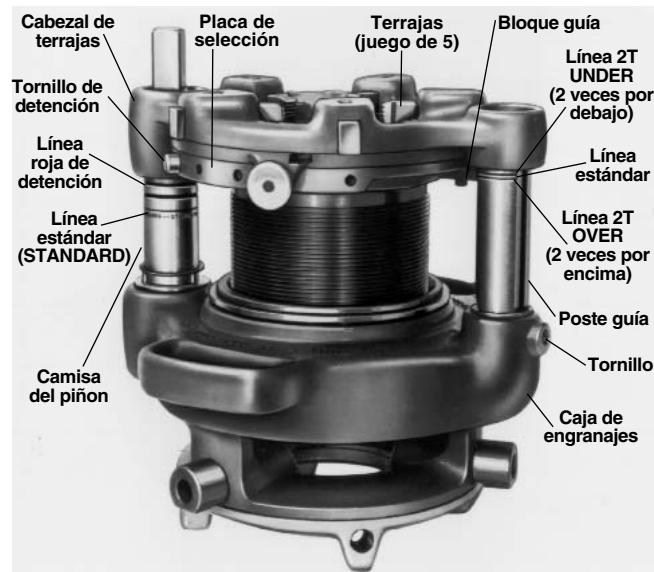

Figura 17 – Roscadora a Engranajes No. 141 con una barra de accionamiento No. 844 instalada (la Roscadora No. 161 es similar)
1. Saque el tornillo de agarre (*Figura 17*) de la placa de selección.
¡IMPORTANTE! Deja expuestas delante de las mordazas del mandril aproximadamente $\frac{3}{4}$ pulgada de las ranuras o muescas en forma de V (*Figura 17*) para contar con espacio para bañarlas con aceite.
5. Para las Nos. 141 y 161: Suelte el interruptor de pie cuando la línea roja de STOP (detener) aparece en la camisa del piñón (*Figura 17*).
IMPORTANTE! Deje expuestas delante de las mordazas del mandril aproximadamente $\frac{3}{4}$ pulgada de las ranuras o muescas en forma de V (*Figura 17*) para contar con espacio para bañarlas con aceite.